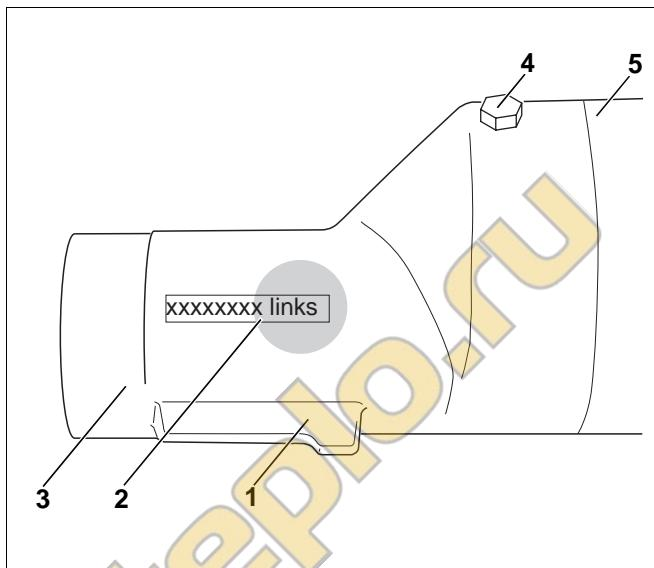

Рис. 24 Соединительная часть подпиточной трубы, левая
из-за неправильной установки соединительной части подпиточной трубы (рис. 24).
- Проверьте наличие уплотнений (рис. 24, поз. 3) соединительной части подпиточной трубы.
- Следите за тем, чтобы левая соединительная часть (маркировка "links"- "левая" рис. 24, поз. 2) была установлена в верхнюю ступицу левого котлового блока, а правая (маркировка "rechts"- "правая") - в верхнюю ступицу правого котлового блока.
- Надеть соединительную часть подпиточной трубы (рис. 24) на среднюю часть (рис. 24, поз. 5) и закрепить болтом M5 x 16 (рис. 24, поз. 4).